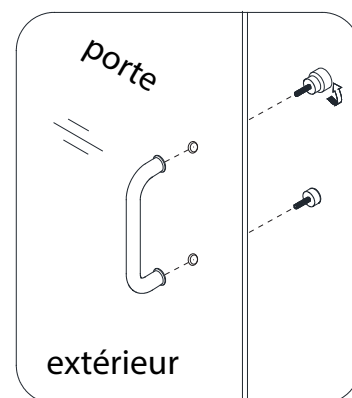

Fig 17
17. Posez la **poignée (N° 13)** sur la **porte vitrée (N° 17)**. Fig. 17